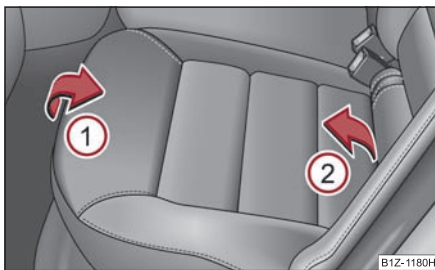

Fig. 80 Rabatarea în față a suprafeței de șezut
- Ridicați bancheta din spate în sensul săgeții ① și rabatați-o în față conform săgeții ② ⇒ fig. 80.